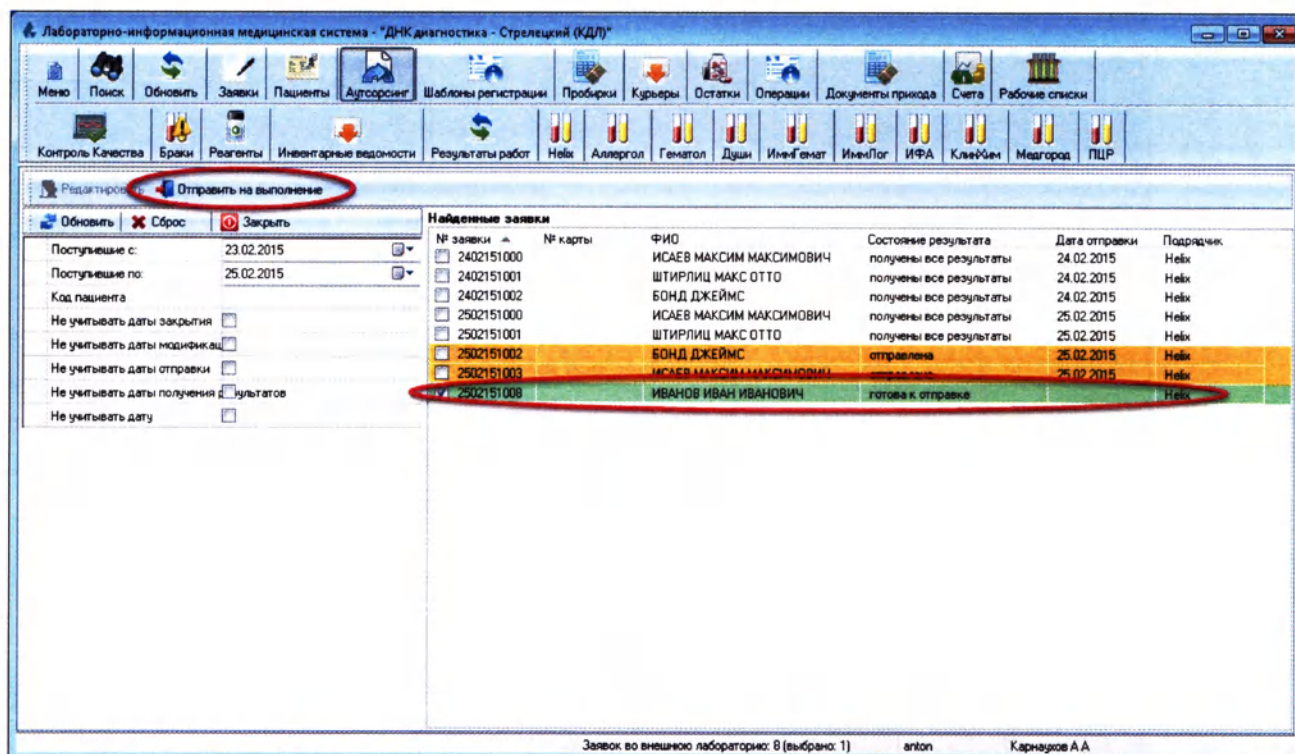

Рисунок 9.8
- Если не настроена автоматическая отправка заявки аутсорсеру, выделите заявку и нажмите кнопку «Отправить на выполнение» (Рисунок 9.8):